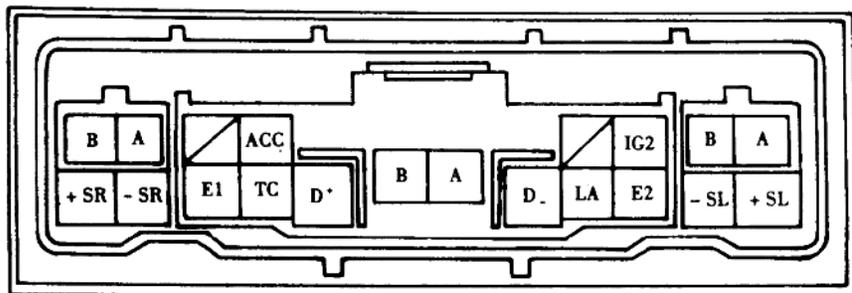

图1-4 SRS控制ECU的接线端子
①从发动机舱内拆下左右两个气囊碰撞传感器，从仪表盘的下方拆除SRS控制ECU，取下所有的线束插头。
②把点火开关转到“ON”位置，用数字式万用电表检查SRS控制ECU线束插头上3(ACC)，1(IG2)两端子的供电电源电压，为12.5V左右，说明SRS的供电电源电压正常。用一根导线的一端插入SRS控制ECU线束插头上的6(LA)号端子中，把导线的另一端插入5(E2)号端子中或者直接搭铁，这时仪表板上的SRS指示灯亮，表明SRS指示灯电路正常。
③用数字式万用电表分别检查左右两个碰撞传感器+S、-S及+A、-A两端子间的电阻值，为820~830Ω(正常值为755~855Ω)，结果表明左右两个碰撞传感器都正常。SRS控制ECU的接线端子和线束插头端子分别见图1-4和图1-5，SRS碰撞传感器的接线端子和线束插头端子分别见图1-6和图1-7。
④用万用电表检查SRS控制ECU线束插头上+SL、-SL、+SR、-SR各端子与左右两个碰撞传感器线束插头上相应的+S、-S、+A、-A各端子之间连接导线的导通情况，结果各连接导线都导通良好，无任何线路故障。